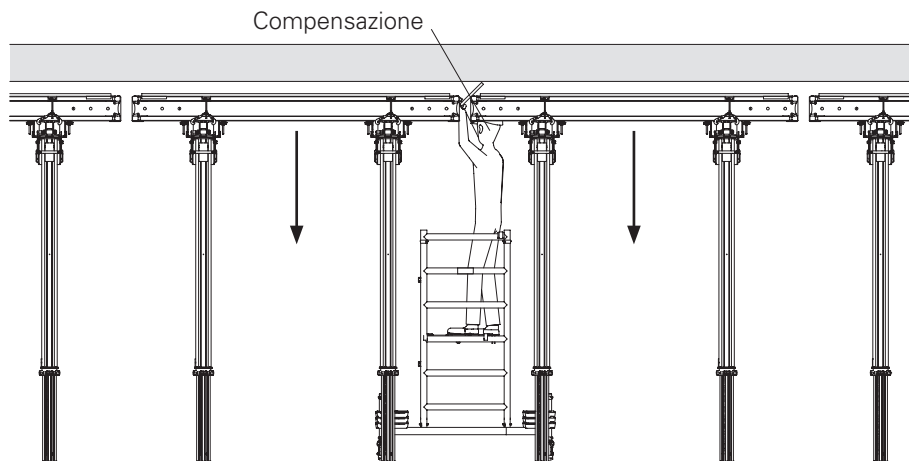
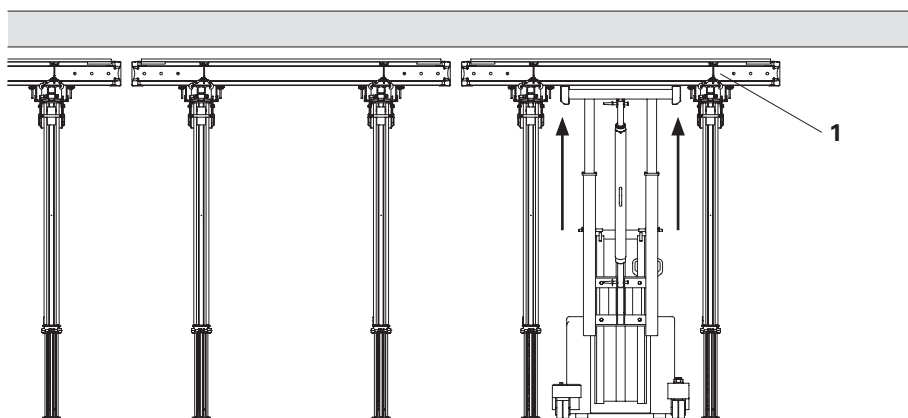

Fig. A8.02
Fig. A8.03
2. Togliere le compensazioni. (Fig. A8.02)
3. Posizionare il dispositivo di sollevamento tavoli sotto il tavolo per solai (1) in corrispondenza del baricentro.
4. Alzare il dispositivo di sollevamento tavoli fino a che il tavolo per solai (1) si appoggia. (Fig. A8.03)